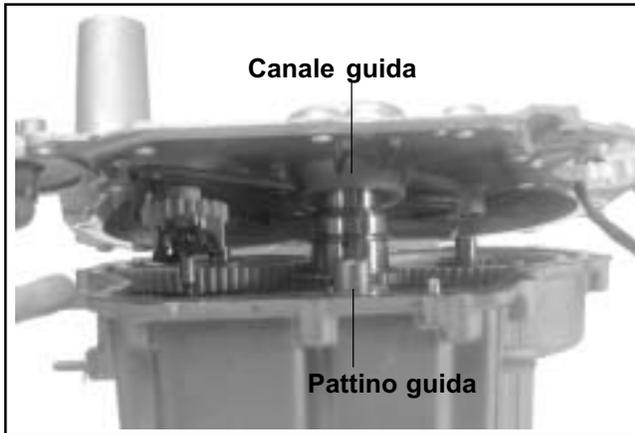

Figura 10-29. Allineamento ed installazione della piastra di chiusura.
2. Ingrassare le superfici piane esterne del pattino guida del contrappeso. Posizionare il pattino guida in modo che l'estremità piena sia rivolta verso l'albero motore. Vedere Figura 10-29. Accertarsi che il pattino guida resti in questa posizione durante la fase successiva.
3. Accertarsi che la guarnizione, la piastra di copertura ed il gruppo ingranaggio del regolatore siano montati correttamente sulla piastra di chiusura (vedere Sezione 9). Posizionare la piastra di chiusura sul carter. Accertarsi che il pattino guida sia allineato con il canale guida nella piastra di chiusura e che gli alberi a camme e l'albero dell'ingranaggio del regolatore siano allineati con le rispettive superfici di accoppiamento. Vedere Figura 10-29. Abbassare la piastra nella posizione finale ruotando leggermente l'albero motore se necessario per facilitare l'inserimento dell'ingranaggio del regolatore.